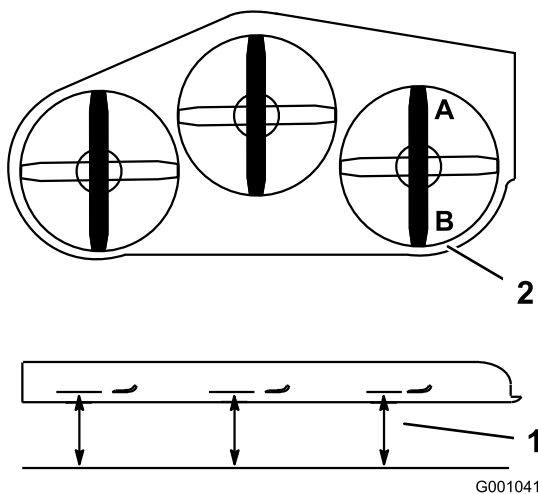

Figura 94
1. Coloque la cuchilla **derecha** en posición longitudinal (Figura 94).
2. Mida la cuchilla derecha en la posición **A** desde una superficie nivelada hasta el filo de corte del extremo de la cuchilla (Figura 94).
4. Mida la cuchilla derecha en la posición **B** desde una superficie nivelada hasta el filo de corte del extremo de la cuchilla (Figura 94).
6. La cuchilla del cortacésped debe estar entre 6 y 10 mm ( $\frac{1}{4}$ " y  $\frac{3}{8}$ " ) más baja en la posición que en la posición **B** (Figura 94). Si la distancia no es correcta, continúe con los pasos siguientes.